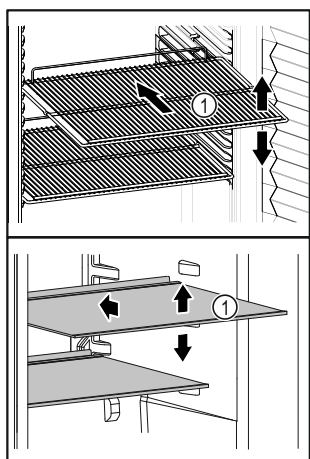

Fig. 86 Représentation à titre d'exemple
- ❑ Si les surfaces de rangement Fig. 86 (1) sont mobiles, les régler en hauteur.